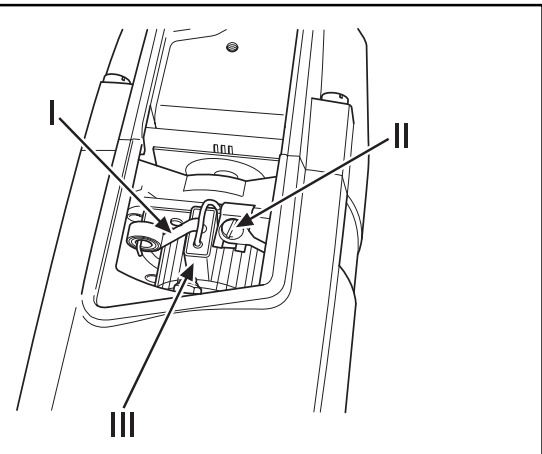

Fig. 12
2. Move the brush holder spring to the side (I in Fig. 12).
3. Loosen the screw (II in Fig. 12).
5. Pull the carbon brush out from the holder (III in Fig. 12).
8. Insert the carbon brush connector under the screw (II in Fig. 12).
2. Die Halterungsfeder seitlich anheben (I in Abb. 12).
3. Die Schraube aufdrehen (II in Abb. 12).
5. Die Kohlenbürste aus der Halterung ziehen (III in Abb. 12).
8. Den Kohlenbürstenanschluss unter der Schraube hindurchführen (II in Abb. 12).
2. Écarter le ressort de maintien du charbon (I sur la fig. 12).
3. Desserrer la vis (II sur la fig. 12).
5. Extraire le charbon du boîtier (III sur la fig. 12).
8. Glisser le raccord du charbon sous la vis (II sur la fig. 12).